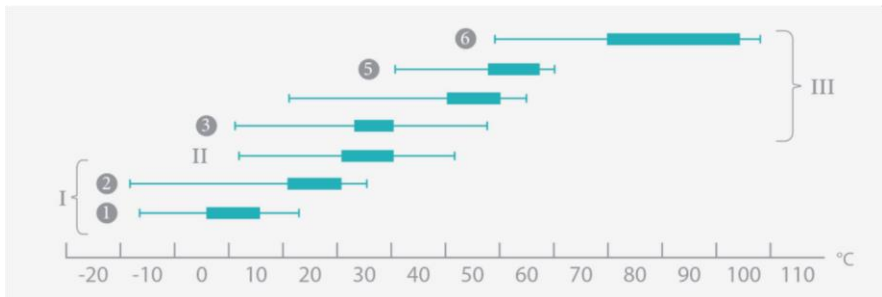

Fig. 3 Limiti di temperatura e intervalli ottimali per la crescita dei procari e loro classificazione.
- 7.1. Microrganismi specifici in base alla distribuzione della temperatura (psicrofili, mesofili, termofili). Le temperature ottimali per la crescita dei microrganismi si dividono in tre gruppi principali (see Fig. 3):